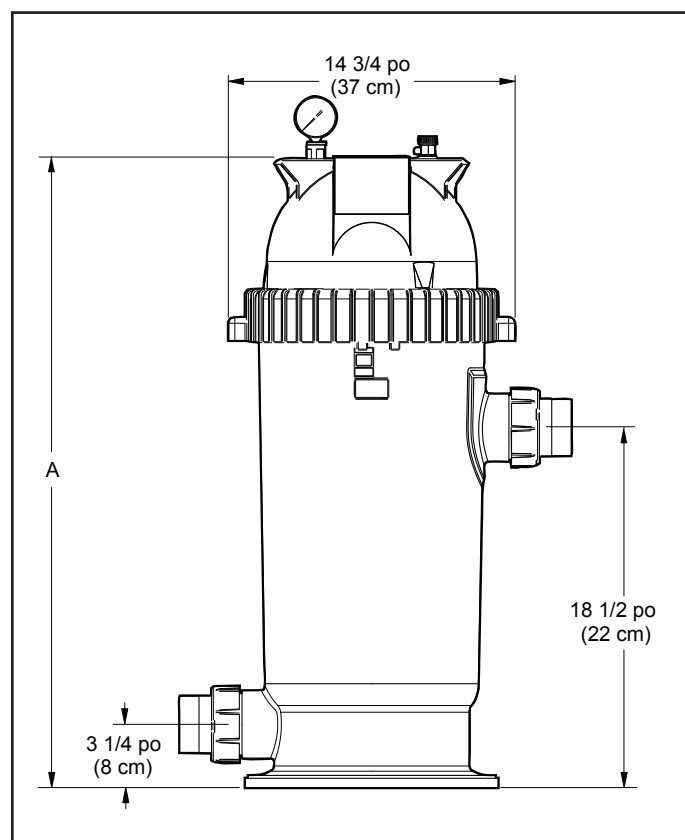

Figure 7. Dimensions, Filtre à cartouche série CS
6. Vérifier le tuyau de purge pour la présence d'occlusions ou de débris. S'il y a lieu, retirer le tuyau de purge et le rincer à grande eau jusqu'à ce que l'occlusion ou le débris se soient dégagés. Voir la Figure 7.